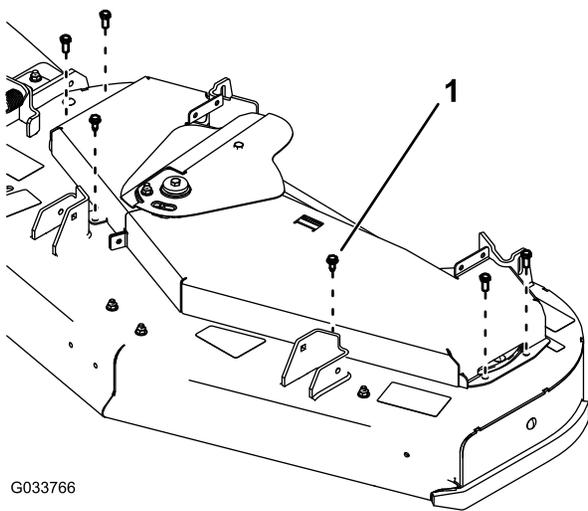

Figure 71
7. Retirez les 6 boulons qui fixent les protège-courroies au tablier de coupe et faites coulisser les protège-courroies pour les sortir de sous le couvercle de la poulie de tension (Figure 71).
10. Posez les protège-courroies à l'aide de 6 boulons (Figure 71).